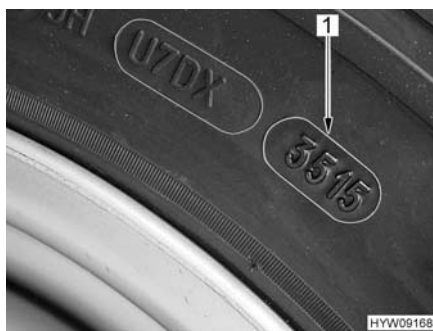

Fig. 141 Numero DOT
- ▷ I pneumatici non devono avere più di 6 anni perché la miscela di gomma col tempo invecchia e si sbriciola. Il codice DOT (Fig. 141, 1) di quattro cifre sul fianco del pneumatico indica la data di produzione. Le prime due cifre indicano la settimana, le ultime due cifre l'anno di produzione.